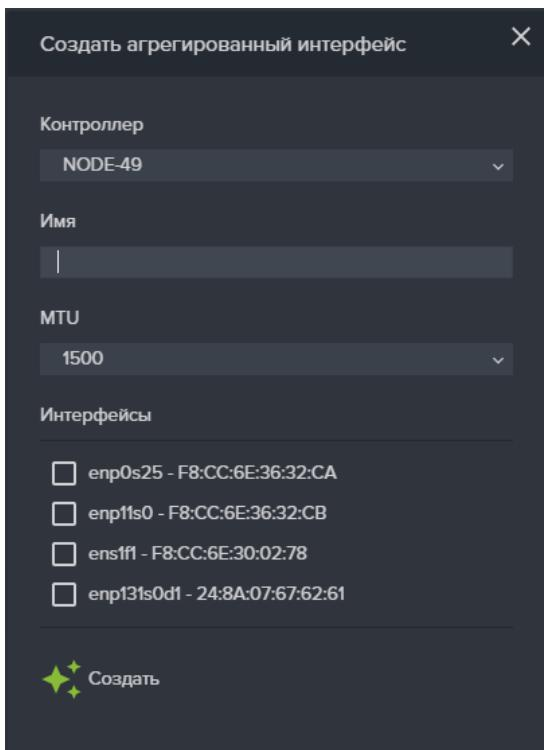

Рисунок 37. Создание агрегированного интерфейса.
1. Перейдите на вкладку меню «Настройки» → «Сетевые интерфейсы» (см. Рисунок 37);